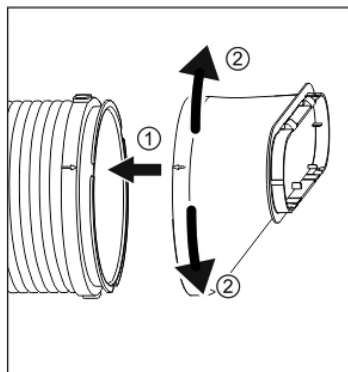

Fig. 2
2. Utilizzare lo stesso metodo per collegare l'uscita del tubo e il tubo (Fig. 2)